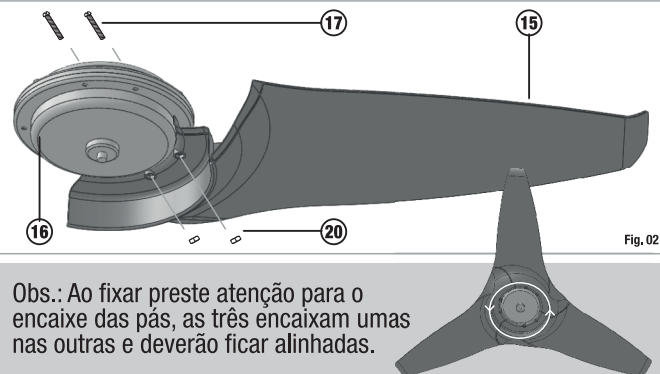

Fig. 02
1° - Fixe as pás (15) em baixo do motor (16) com os parafusos (17) e as porcas (20). Fig. 02;